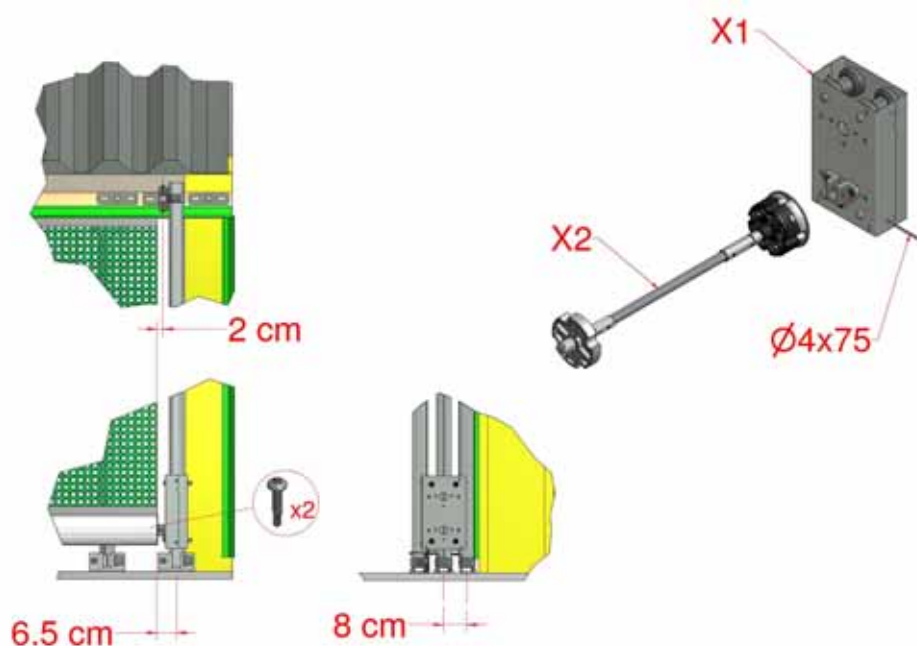

Abbildung 27: Fahrwerkskasten – freies Ende
- 6.1 Zur Montage des als Option erhältlichen Fahrwerkskastens für das freie Ende die zusätzliche(n) stirnseitige(n) Halterungen (E1) am freien Ende montieren, siehe Abschnitt 2.1. Das Ende des unteren Rollrohrs muss 2 cm von der Mitte der oberen stirnseitigen Halterungen (E1) bzw. 6,5 cm von der Mittellinie des Torsionsrohrs entfernt enden, siehe Abbildung 27.
- 6.2 Für stirn-/stirnseitige Montage Löcher zur Befestigung im Fußboden vorbohren, so dass der Mittelpunkt des Rohrs 8 cm von der Mitte des inneren Führungsrohrs entfernt ist, siehe Abbildung 27. Welle für freies Ende in das Ende des unteren Rollrohrs einschieben und mit zwei selbstbohrenden Schrauben M4.2x19 sichern.